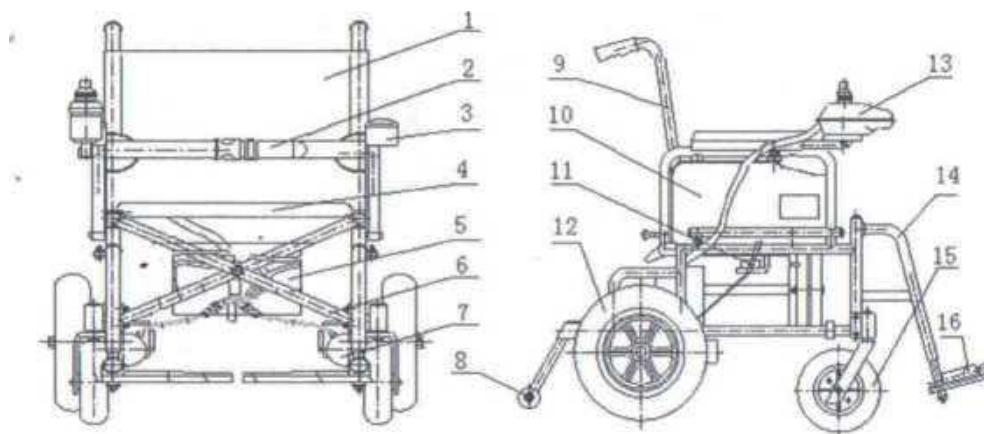

Рисунок 1
3. Конструкция инвалидной коляски (рис. 1).